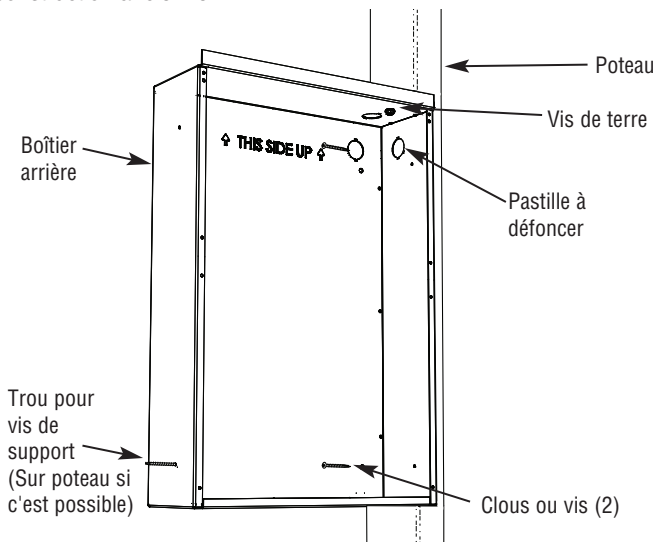

Figure 2. Fixation du boîtier au poteau
1. Dans une construction neuve sans finition de mur en place, positionnez le boîtier arrière contre le côté d'un poteau mural, en le laissant dépasser légèrement du poteau pour arriver de niveau avec la surface de mur finie (Il vous faut connaître l'épaisseur de la future finition murale avant l'installation). Fixez le boîtier au poteau en utilisant deux vis (non fournies) comme montré en Figure 2.
- a. Si c'est possible, installez une vis longue additionnelle (comme une vis à bois de 3") au travers du trou de montage du bas, pour aller jusqu'au Poteau le plus proche (Voir la Figure 2). Veillez à ne pas serrer cette vis avec excès pour ne pas déformer le boîtier arrière, ce qui rendrait l'insertion de l'ensemble de radiateur difficile ou impossible. Cette vis ne devra être serrée que juste assez pour tenir en place.
- b. Percez un petit trou dans le boîtier arrière, de niveau avec la surface intérieure du mur fini, et installez-y une vis (sa longueur n'est pas critique, mais elle doit faire au moins 1" ou 2,5 cm). Voir la Figure 2.
1. Localisez un poteau et marquez soigneusement le mur avant de découper un trou mesurant 12-1/4" (31,1 cm) de large sur 17-3/4" (45,1 cm) de haut, de façon à ce qu'un côté de cette découpe suive le bord du poteau (Voir la Figure 2).
3. Insérez le boîtier arrière dans l'ouverture, en alignant ses côtés pour arriver de niveau avec la surface de mur fini, et fixez le boîtier au poteau en utilisant deux vis (non fournies) comme montré en Figure 2.
5. Insérez une vis à bois #8 de trois pouces de long (non fournie) au travers du côté libre du boîtier arrière qui n'est pas fixé au poteau, et fixez dans le trou de montage du bas. Cela empêchera le boîtier arrière de pouvoir être tiré du côté non supporté au moment de l'installation dedans de l'ensemble de radiateur. Faites attention de ne pas faire mordre la vis à bois de plus de 3/8" dans le poteau. Trop d'enfoncement entraînerait la sortie du boîtier arrière de son alignement (Voir la Figure 2).